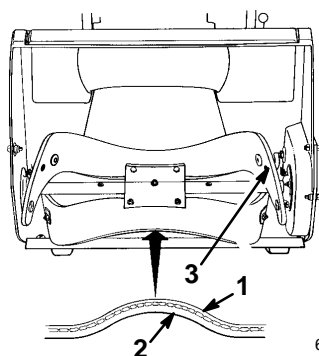

Abbildung 27
1. Die Kante eines neuen Rotorblatts auf unterschiedliche Schichtstärke hin untersuchen (Abb. 27). Einige Rotorblätter haben eine Teilenummer an der dicken Seite.
Die Rotorblätter mit der dicken Schicht an der **Innenseite** der Biegung installieren (Abb. 27). Wenn die Blätter nicht richtig installiert werden, können sie unwuchtig werden und dazu führen, daß die Schneefräse springt oder hüpft.